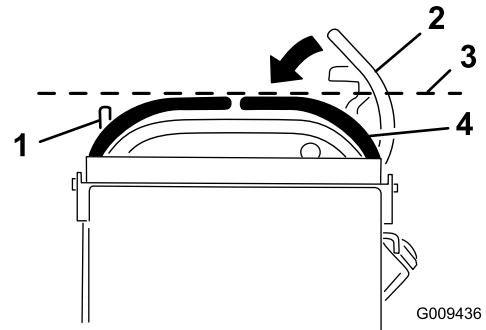

Figura 76
3. Empuje la palanca de control de movimiento de la derecha hacia abajo, sacándola de la posición de bloqueo/punto muerto (Figura 76).
4. Compruebe que la palanca de control de movimiento de la derecha quede alineada en sentido horizontal con la palanca de control de movimiento de la izquierda (Figura 76).